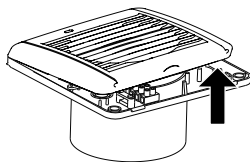

RYS. 3. Wentylatory serii SOLID / SOLID Silent / MATIC / FORTE
- SOLID / SOLID Silent / MATIC – Rys. 3;